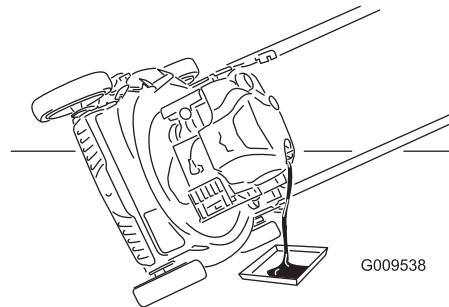

Figure 20
- Basculez la machine sur le côté, tube de remplissage en bas, pour vidanger l'huile usagée dans le bac de vidange par le tube de remplissage (Figure 20).